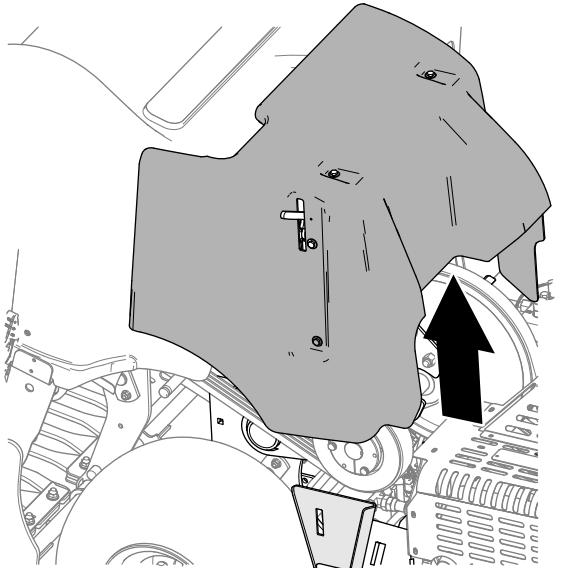

Figure 143
3. Soulevez et déposez le protège-courroies de la machine (Figure 143).